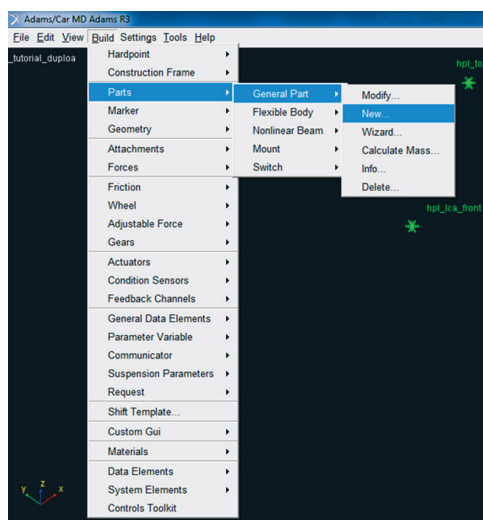

Figura 5.16 – Janela ilustrativa da opção selecionada para criação do *General Part*.
- Para criação do *General Part*, acesse o menu *Build* → *Parts* → *General Part* → *New* (Figura 5.16).